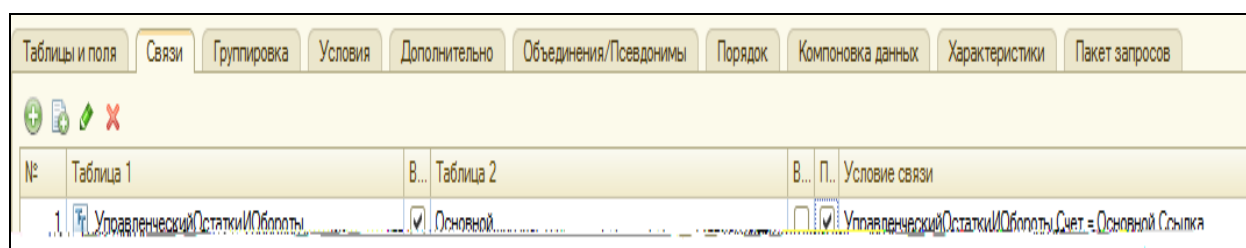

Рисунок 7.14 Условие связи таблиц
4. Перейти на закладку **Связи**. Укажем, что из таблицы **Основной** будут выбираться все записи, а из регистра- только те, которые соответствуют условию связи (рис.7.14).